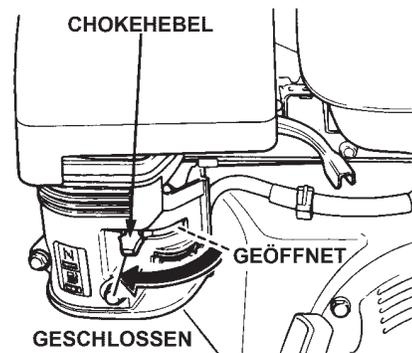

Abbildung 10. Chokehebel des Motors
3. Den **Chokehebel** (Abbildung 10) in die Stellung „**GESCHLOSSEN**“ bringen, wenn der Motor beim Anlassen **kalt** ist.